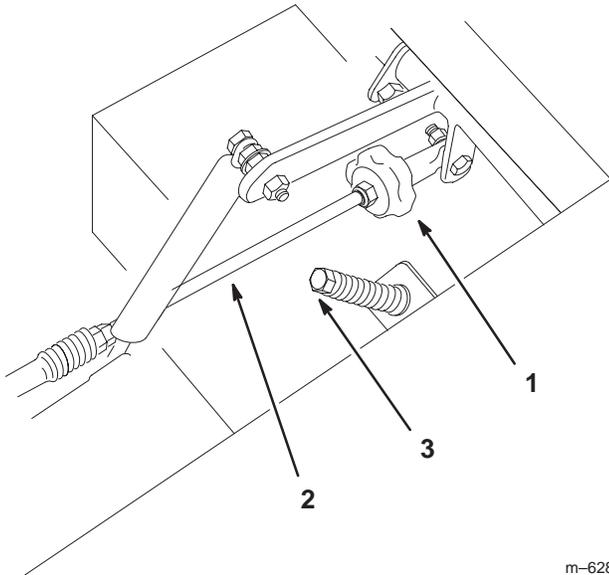

Bild 56
2. Stellen Sie die Länge der Pumpstange ein, indem Sie das Handrad an der Stange so weit in die entsprechende Richtung drehen, bis das Rad still steht oder sich leicht zurückdreht (Bild 56).